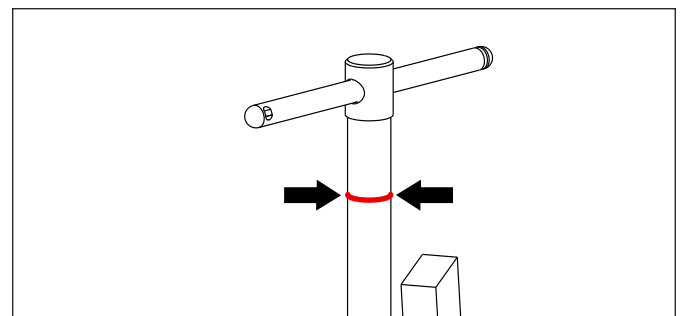

Abbildung 4, Gewindeeingriffsanzeige (rotes Band)
- Stellen Sie nach der Montage des Abziehers am zu entfernenden Bauteil sicher, dass die Gewindeeingriffsanzeige sichtbar ist. Siehe Abbildung 4. Wurde die Spindel zu oft im Uhrzeigersinn gedreht, ist diese Anzeige nicht sichtbar, was darauf hinweist, dass die Gewindeeingriffstiefe nicht ausreicht.